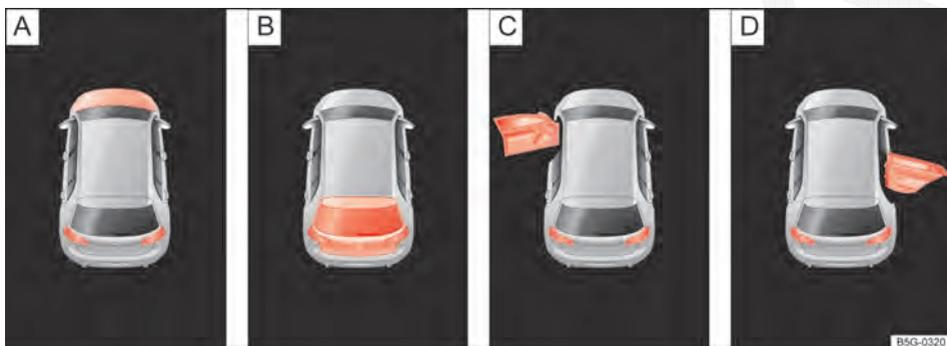

Fig. 11 No display do instrumento combinado: indicadores de status da tampa do compartimento do motor, da tampa do compartimento de bagagem e das portas.
- Portas, tampa do compartimento do motor e tampa traseira abertas ⇒ Fig. 11
Após o destravamento do veículo e durante a condução são exibidas no display do instrumento combinado as portas abertas assim como a tampa do compartimento do motor e tampa traseira ⇒ Fig. 11 e se necessário sinalizadas acusticamente. De acordo com a versão do instrumento combinado, a representação dos símbolos pode variar.